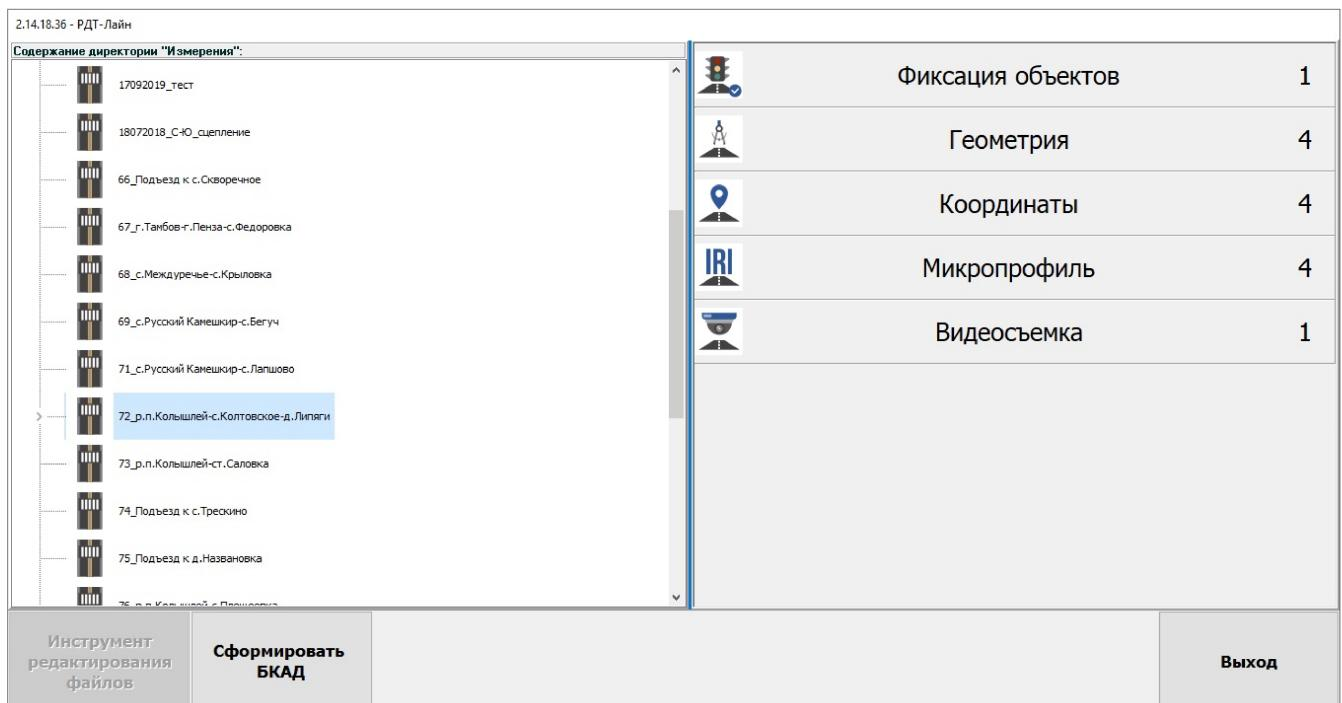
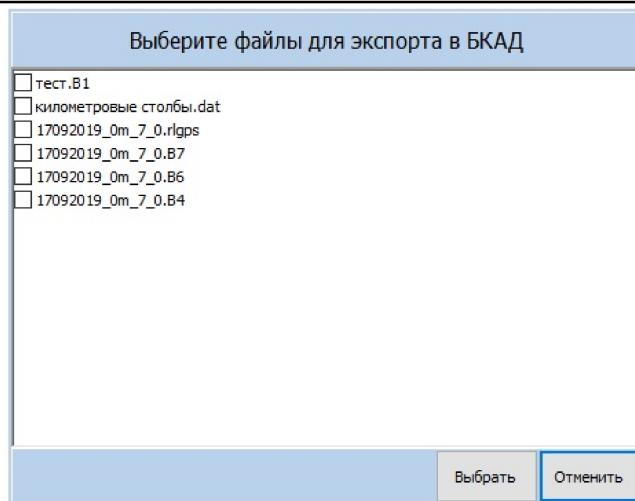

Рис.119. Окно просмотра при формировании ведомости БКАД
Рис. 120. Окно формирования ведомости БКАД
- после вышеуказанных операций в главном окне просмотра, при выделении требуемой директории, станет доступна кнопка «Сформировать БКАД» (рис.119). После нажатия на эту кнопку, программа предложит выбрать необходимые временные файлы для формирования отчета в формате БКАД (рис.120).